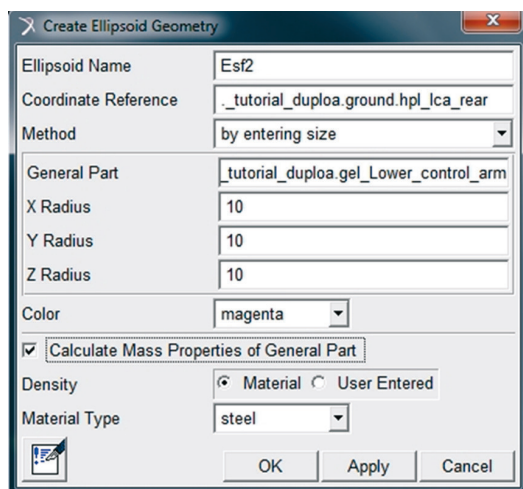

Figura 5.26 – Preenchimento da caixa de diálogo para criação da segunda esfera.
- O procedimento do item anterior deverá ser repetido para construção do segundo volume esférico. A segunda esfera será localizada no *Hard-point hpl\_lca\_rear*. O preenchimento da janela *Create Ellipsoid Geometry* para essa geometria está ilustrado na Figura 5.26.